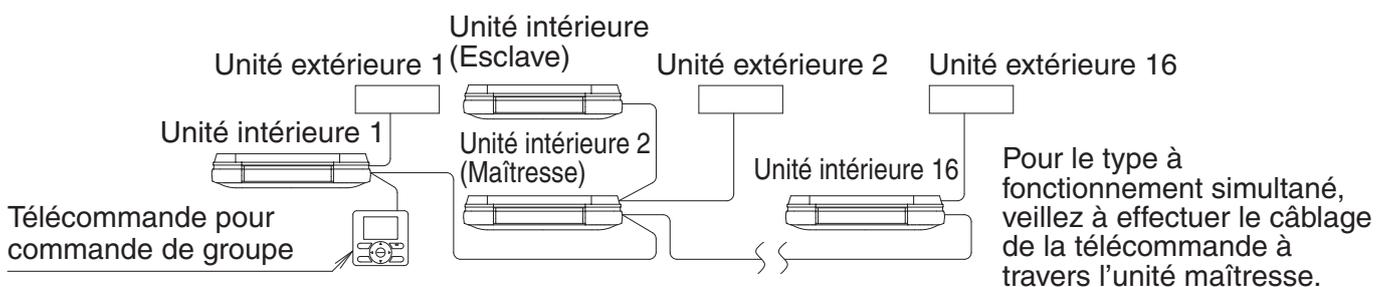

Fig. 43
- Lors de l'utilisation en tant qu'unité en paire ou unité principale pour le fonctionnement simultané de plusieurs unités, vous pouvez commander le démarrage/l'arrêt simultané (groupe) de 16 unités maximum à l'aide de la télécommande. (**Reportez-vous à la Fig. 43**)